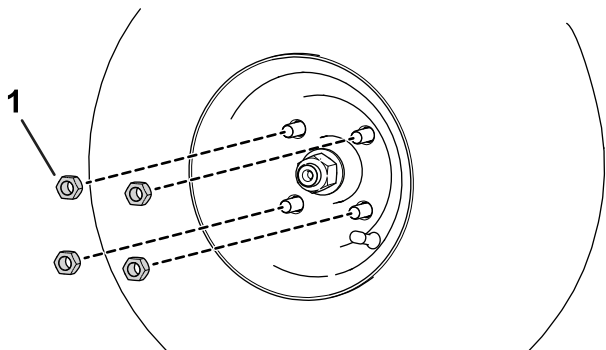

Figura 57
- A. Slăbii i îndepărtai prezoanele roilor (Figura 57).
- B. Introduceți prezoanele (Figura 57).